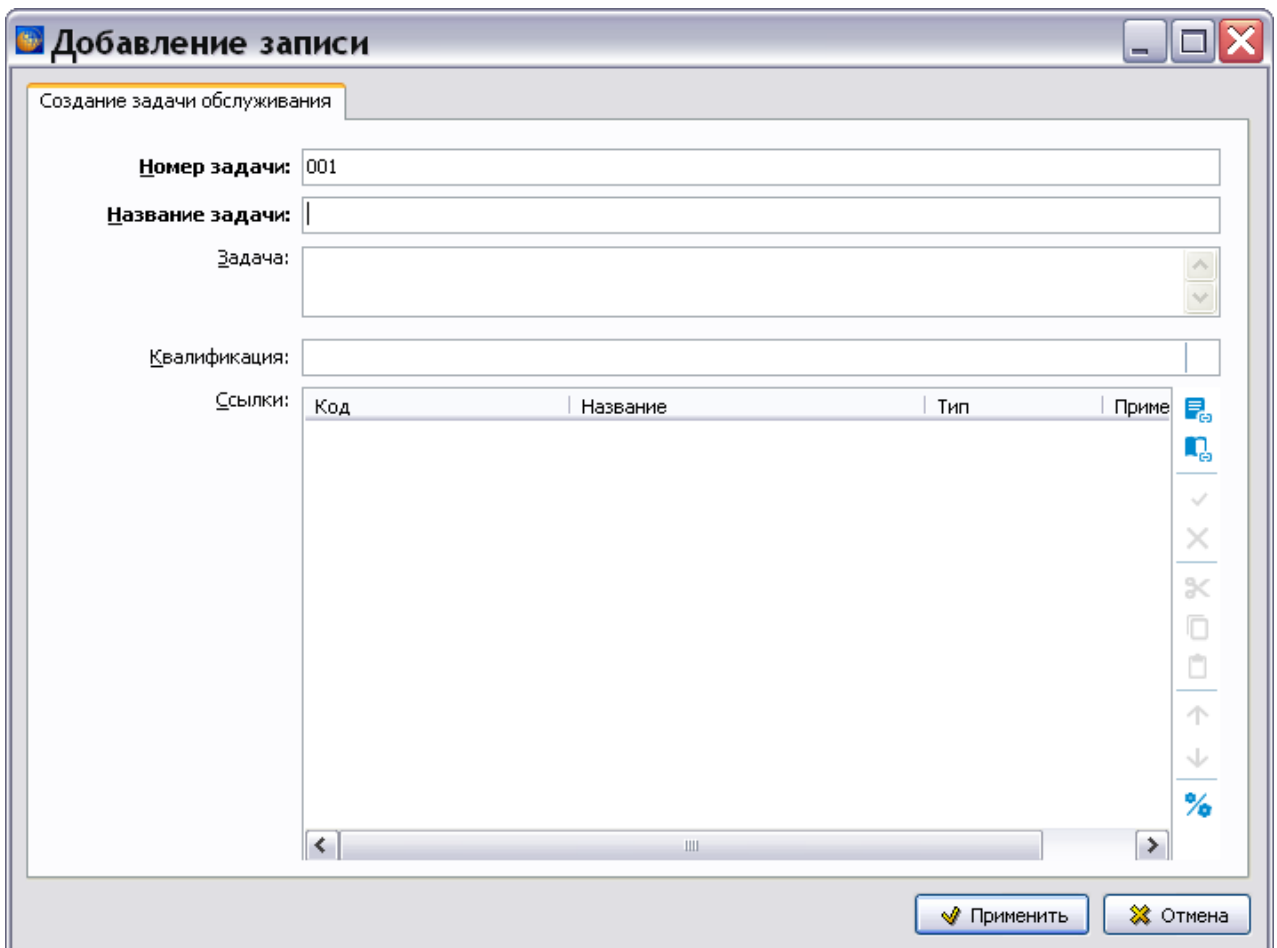

Рисунок 809
- 2) Перейдите в окно **Перечень задач обслуживания**. В правой части этого окна нажмите на кнопку **Добавить +**. При этом появится диалоговое окно **Добавление записи** (рисунок 809).